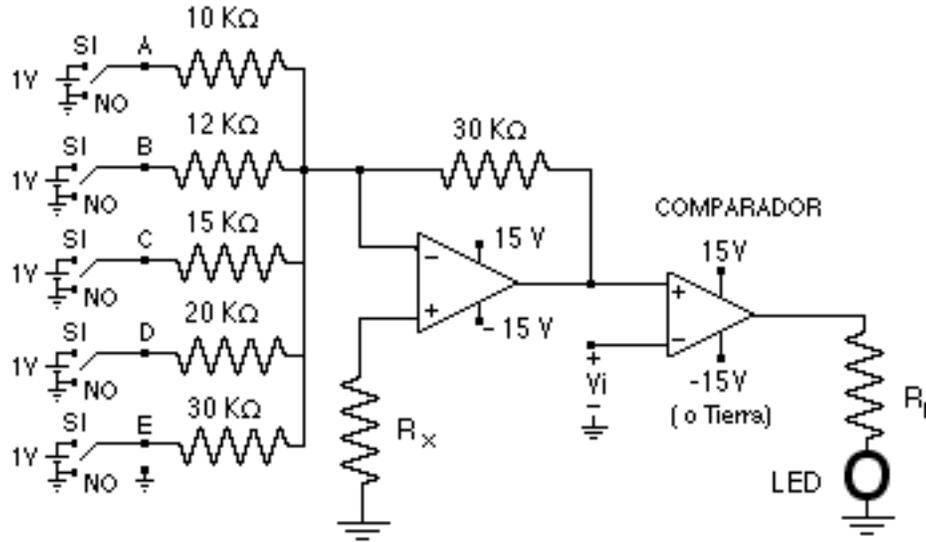

Figura 4.3.- Máquina de votación
10.- El sumador inversor y el comparador pueden utilizarse para realizar una aplicación sencilla pero de utilidad práctica. Vamos a diseñar una máquina de votación para la junta directiva de una compañía formada por cinco socios, cada uno de los cuales tiene un porcentaje de participación diferente y por lo tanto un peso específico distinto al realizarse las votaciones para definir las políticas de la compañía. El socio A tiene el 30%, el socio B el 25%, el socio C el 20% , el socio D el 15% y el socio E el 10%. Cada socio va a disponer de un interruptor, que colocará en la posición SI si está a favor de una propuesta, y en la posición NO en caso contrario. La máquina de votación va a encender un LED si el porcentaje a favor de la propuesta es mayor al 50%. El circuito de la máquina de votación es el presentado en la Figura 4.3. Explique la operación de dicho circuito, calcule el valor de R_x , compruebe que los porcentajes de los socios son los correctos, determine el valor de V_i que debe colocarse para que el LED encienda cuando el porcentaje de votos positivos sea igual o mayor al 50% y evalúe para qué valor de la fuente de entrada (superior a 1V) el operacional sumador puede entrar en saturación, distorsionando los resultados. Su profesor le indicará el tipo LED que debe utilizar y el valor de la resistencia de protección R_p .
7.- Monte la parte correspondiente al circuito sumador inversor de la Figura 4.3 y compruebe que funciona correctamente aplicando distintas combinaciones de entradas. Anote los resultados obtenidos en las tablas preparadas e incluya cualquier observación que juzgue de interés para explicar dichos resultados.
8.- Complete el circuito de la máquina de votación presentado en la Figura 4.3 montando el comparador y la salida con el LED y la resistencia de protección. Compruebe que funciona correctamente aplicando